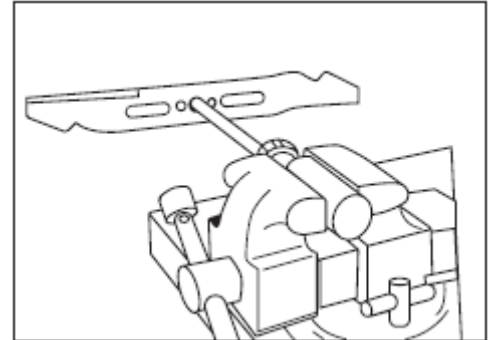

Abb. 18
- Das Messer ist ausgewuchtet, wenn keines der Enden absinkt (siehe Abb. 18).